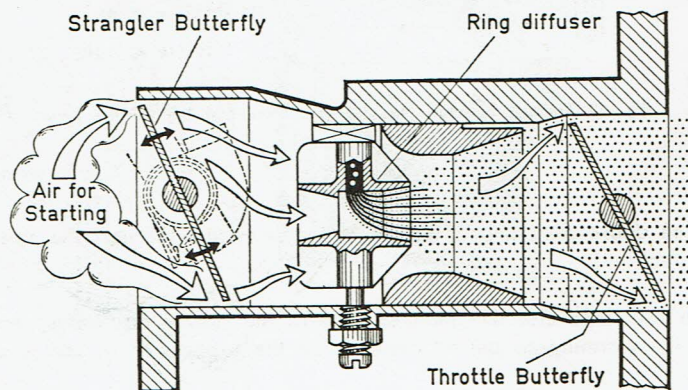

Fig. 15 Semi-Automatic Strangler
b) Semi-Automatic Strangler. (Fig. 15)